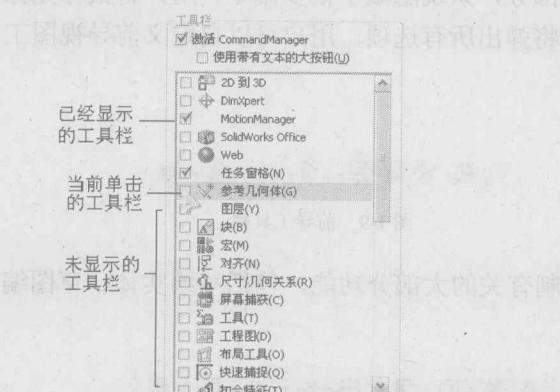

图 1-5 工具栏配置方式之一
- 选择菜单命令【工具】/【自定义】，出现【自定义】对话框，在【工具栏】列表框中勾选需要配置的工具栏名称，即可将该工具栏显示在界面中，反之可取消显示，如图 1-5 所示。